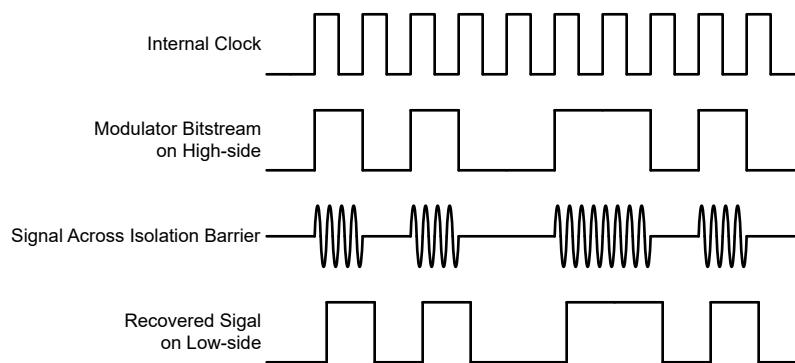

図 7-4. OOK ベースの変調方式
図 7-4 に示されているように、AMC0x03M0510 は、オン / オフ キーイング (OOK) 変調方式を使用して、変調器の出力ビットストリームを、 $\text{SiO}_2$  ベースの絶縁膜間で传送します。送信ドライバ (TX) をに 機能ブロック図 示します。TX は、内部で生成された高周波キャリアを絶縁バリア越しに送信し、デジタル 1 を表現します。ただし、TX はデジタル 0 を表す信号を送信しません。AMC0x03M0510 で使用されるキャリアの公称周波数は 480MHz です。